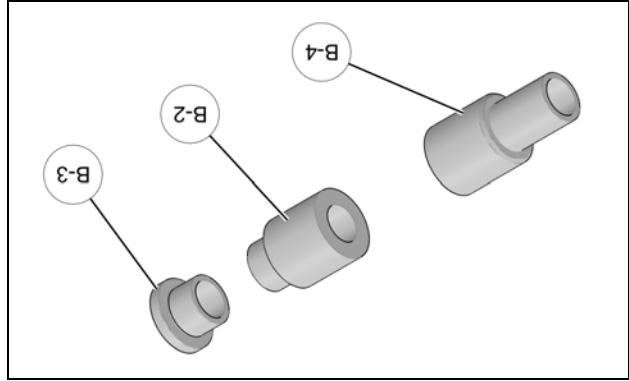

Figure 12
- Identifier les T-bagues qui doivent être installées au support du châssis arrière. Voir la Figure 12.